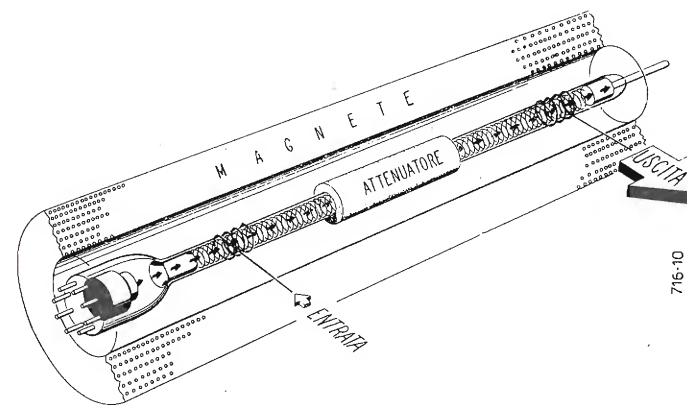

Fig. 1 - Sezione longitudinale di un tubo ad onda viaggiante.
Il tubo amplificatore ad onda viaggiante consiste principalmente in un cannone elettronico il quale invia un fascio di elettroni, attraverso un'elica, ad un elettrodo collettore (fig. 1). Gli elettroni sono mantenuti concentrati al centro dell'elica da un robusto campo magnetico disposto lungo tutto il tubo. Un segnale ad onda continua (CW) applicato all'inizio dell'elica viaggia sull'elica stessa e la sua velocità li-